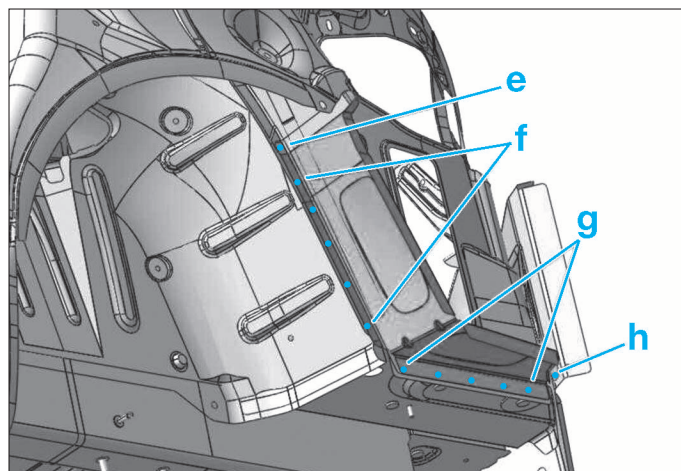

FIG. 117
- le point (e) (Fig.117).
- (e) par bouchonnage au Mig (Fig.117).